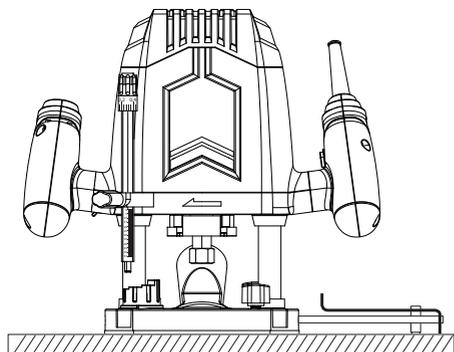

Рис. 31
- > Установите центрирующий штифт (20) на изделие.
- > Наметьте центр окружности и слегка вбейте туда штифт. Чтобы получить хороший результат, убедитесь, что он не выскользнет во время эксплуатации (Рис. 31, 32).